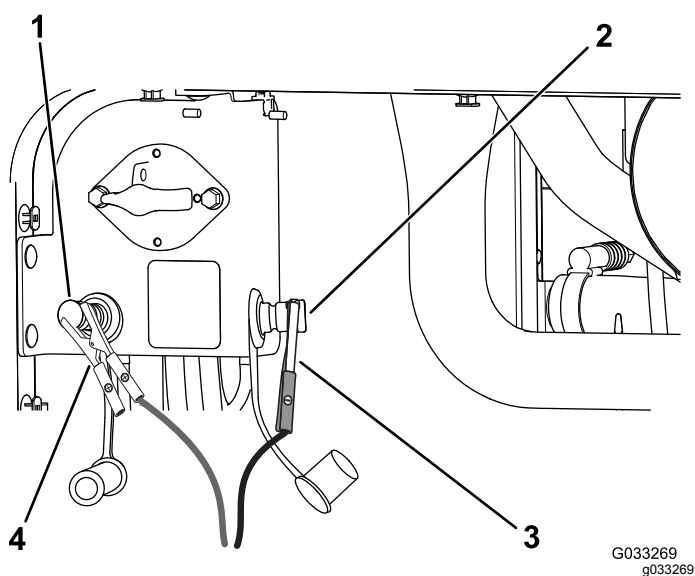

Figura 116
4. Conecte el cable puente positivo (+) al borne positivo de la batería del otro vehículo (Figura 116).
5. Conecte el cable puente negativo (-) al borne negativo de la batería del otro vehículo (Figura 116).
(-) del borne negativo de la batería del otro vehículo, y a continuación, que desconecte el cable puente positivo (+) (Figura 116).